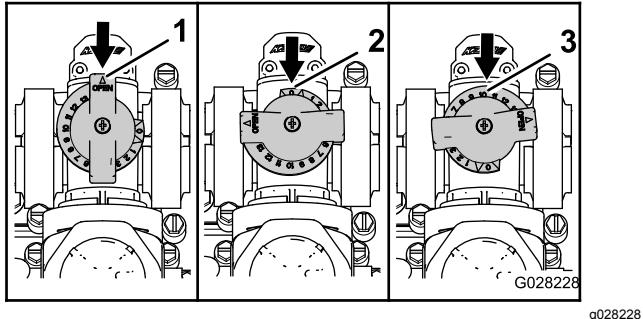

Figura 75
- La valvola di bypass dell'agitatore è in posizione completamente aperta come illustrato in A di Figura 75.
- La valvola di bypass dell'agitatore è in posizione chiusa (0) come illustrato in B di Figura 75.
- La valvola di bypass dell'agitatore è in una posizione intermedia (regolata in relazione al misuratore di pressione per l'impianto dell'irroratrice) come illustrato in C di Figura 75.